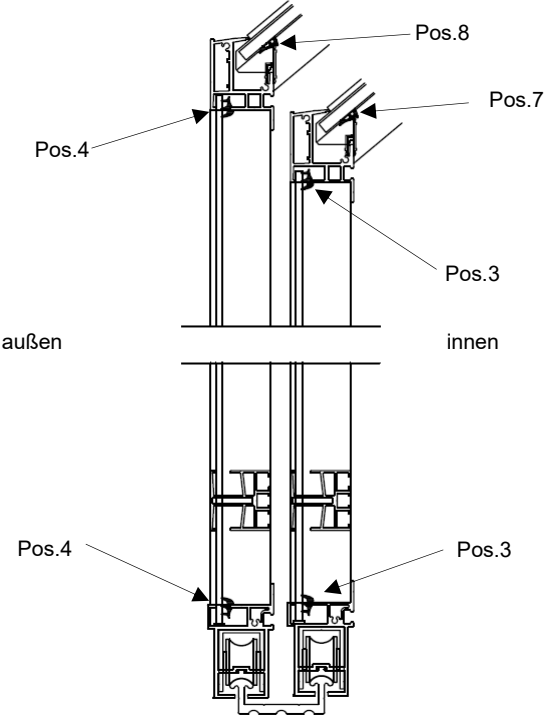

Abb.52
- montieren der Keildichtung Pos. 7 und 8 (Abb.52)